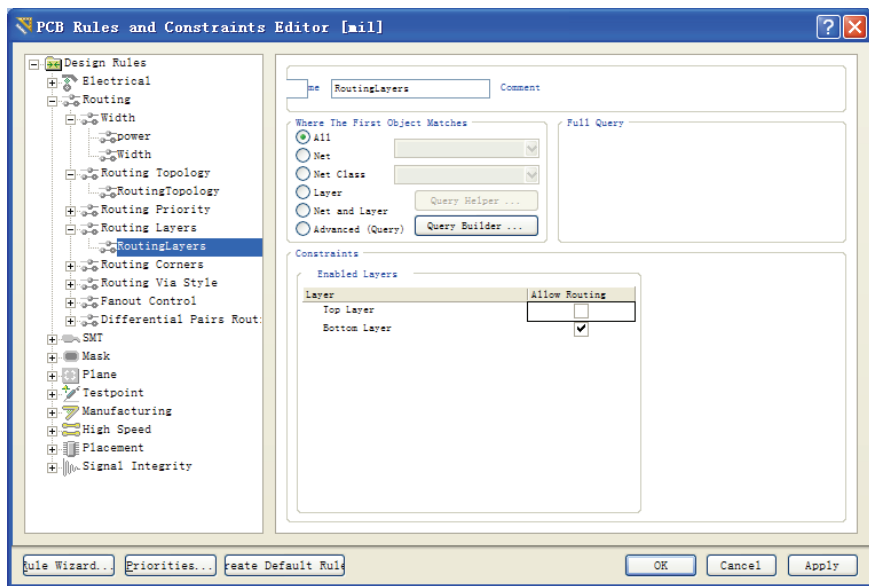

图 11-53 单层布线设置对话框
(1) 撤销顶层布线允许。执行菜单命令【Design】→【Rules...】，即可启动布线规则编辑对话框，单击布线层（Routing Layer），在约束特性栏里，去掉顶层（Top Layer）允许布线的勾选。如图 11-53 所示。